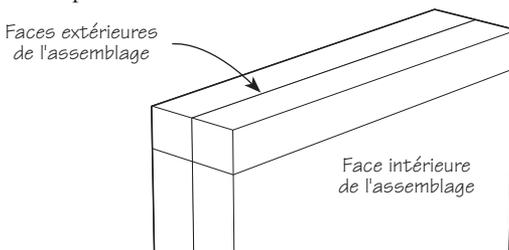

Figure 6 : Les planches sont soigneusement alignées, face contre face, pour le traçage.
4. Placer les deux pièces à joindre pour que les faces extérieures soient l'une contre l'autre, comme l'illustre la **figure 6**. Marquer les faces extérieures de chaque pièce. Cela évitera toute confusion par la suite.